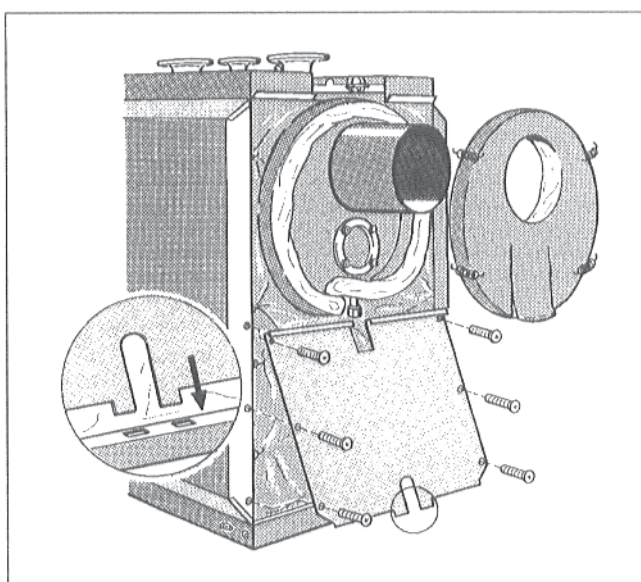

Рис. 15
- Теплоизолирующий мат газосборника отходящего газа наложить на поверхность газосборника и прикрепить к теплоизолирующим лентам посредством 4 натяжных пружин (Рис. 15).
- Вставить нижнюю часть задней стенки внизу обеими петлями в шлицы задней рамной планки и плотно привинтить винтами к отбортовке задней стенки (Рис. 15).